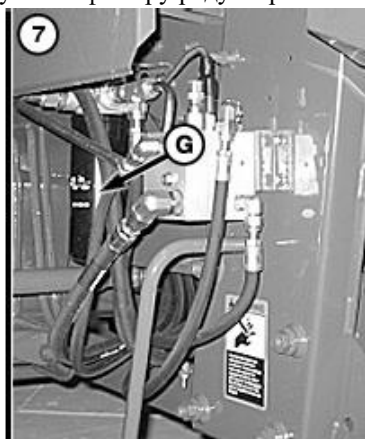

Рис.4.60 – Зміна фільтра багатшвидкісної похилої камери (G)
27. Змінити фільтр багатошвидкісної похилої камери (G) (рис.4.60). Змастити місце контакту на фільтрі оливою та затягнути його вручну.